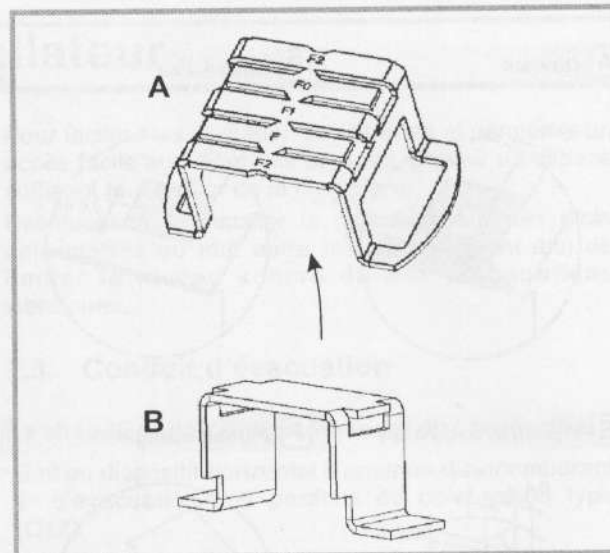

Figure 12 - Montage du diaphragme additionnel
Si cette longueur est inférieure à 2 mètres, il est nécessaire de mettre en place le diaphragme additionnel (B) (fig. 12).